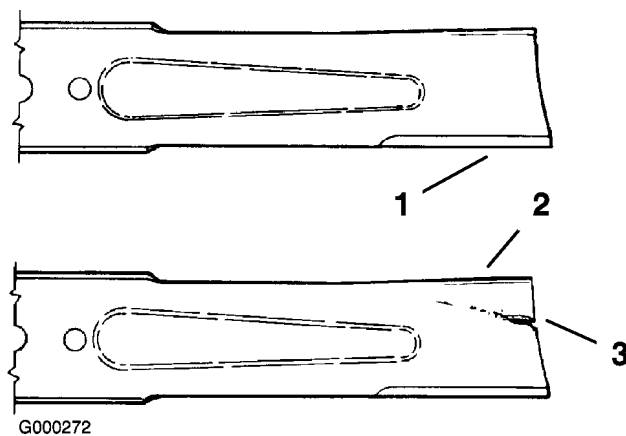

Figura 64
1. Inspeccione los filos de corte (Figura 64).
2. Inspeccione las cuchillas, especialmente la parte curva (Figura 64).
Si observa daños, desgaste o la formación de una ranura en esta zona (Figura 64), instale inmediatamente una cuchilla nueva.